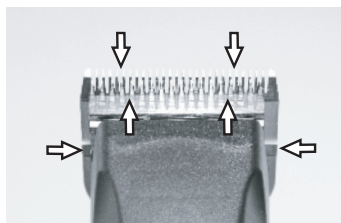

Fig. 24
Una goccia di olio sui pettini superiore ed inferiore è indispensabile per ottenere un buon risultato nella tosa e pure per conservare più a lungo e in ottimo stato la tosatrice (fig. 24).
- ▶ Lubrifici sufficientemente i pettini durante la tosa (almeno ogni 15 minuti), di modo che non si secchino mai (fig. 24).
I rasoi devono essere lubrificati prima, durante e dopo ogni uso. Se i pettini rilasciano striature, è necessario lubrificarli. Applichi qualche goccia di olio sopra e ai lati dei pettini (v. frecce fig. 24). Levi le gocce in eccedenza con un panno morbido e asciutto. Degli aerosol lubrificanti non contengono abbastanza olio per una buona unzione, ma sono utili al raffreddamento dei pettini. Cambi immediatamente i pettini difettati o scheggiati per evitare di ferirsi.